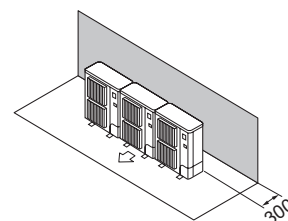

Fig. 2-9
① Obstacles à l'arrière (Fig. 2-9)